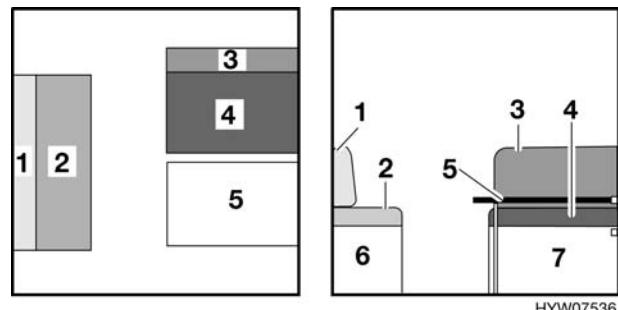

Fig. 101 Prima della trasformazione
- Allungare il tavolo sospeso (Fig. 101,5) e trasformare il tavolo sospeso allungato in una struttura di supporto letto (vedi paragrafo 6.5).
- Rimuovere i cuscini dello schienale (Fig. 101,1 e 3) e riporli.